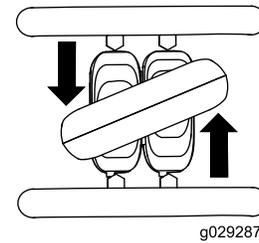

Bild 10
- Drehen Sie den Fahrtriebshebel nach links, um nach links zu fahren (**Bild 10**).